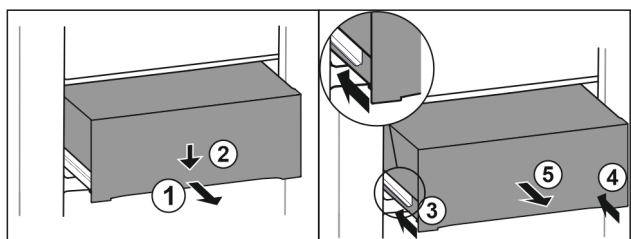

Fig. 105
- ▶ Lade er half uittrekken. Fig. 105 (1)
- ▶ Schuiflade aan de voorzijde omlaag drukken. Fig. 105 (2)
- ▶ Linker rail ca. 2 cm inschuiven. Fig. 105 (3)
- ▶ Rechter rail ca. 2 cm inschuiven. Fig. 105 (4)
- ▶ Lade naar voren toe verwijderen. Fig. 105 (5)